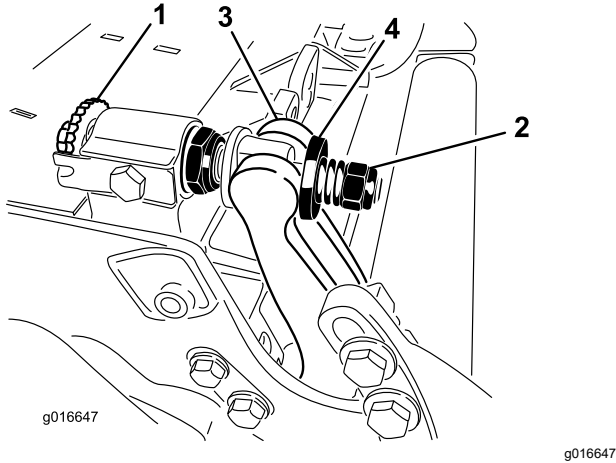

图 28
1. 逆时针旋转底刀架调节螺丝将底刀后撤离滚刀图 28。
2. 退出弹簧加压螺母直到垫圈不再对底刀架图 28 施压。